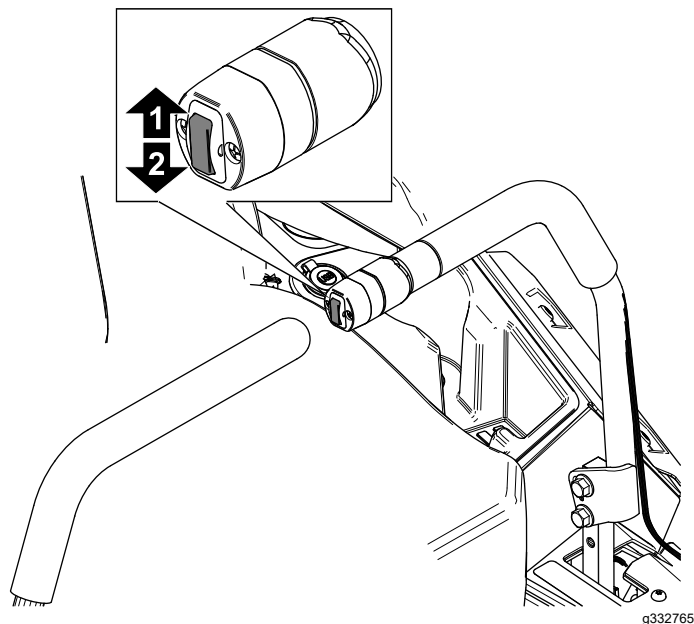

Figure 32
1. Appuyez sur la commande de levage du tablier (Figure 32).